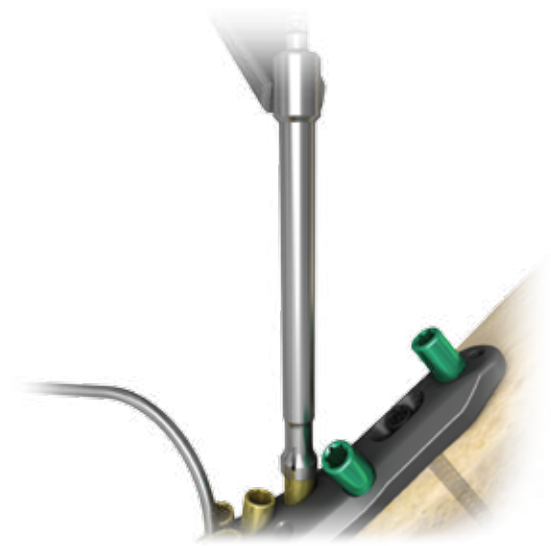

Figura 24
- Antes de retirar la Guía de broca de 2,7 mm, lea la medición desde el extremo proximal de la Guía de broca/partes blandas de 2,7 mm (Figura 24).